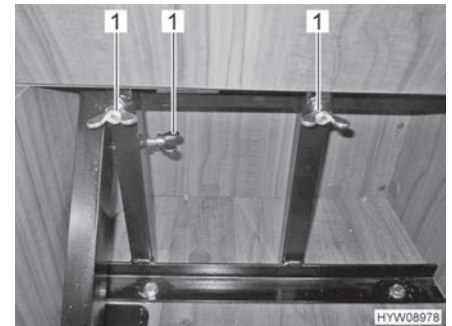

Bild 36 Säkra den hopfällbara stolen med vingmutter
- Säkra den hopfällbara stolen med vingmutter (Bild 36,1).